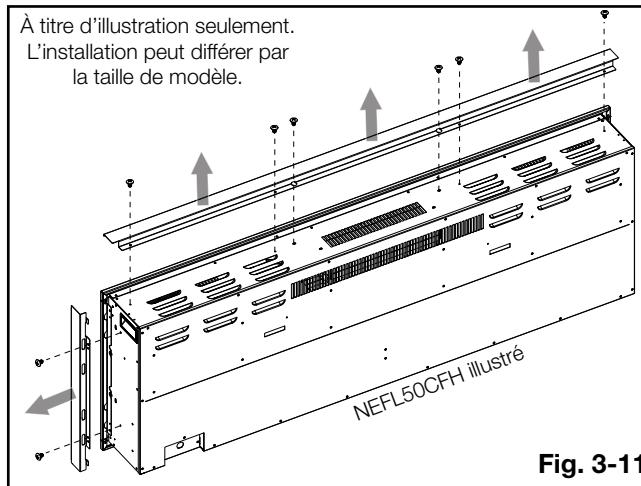

Fig. 3-11
- A. Retirez les garnitures latéraux et supérieures (**Fig. 3-11**).